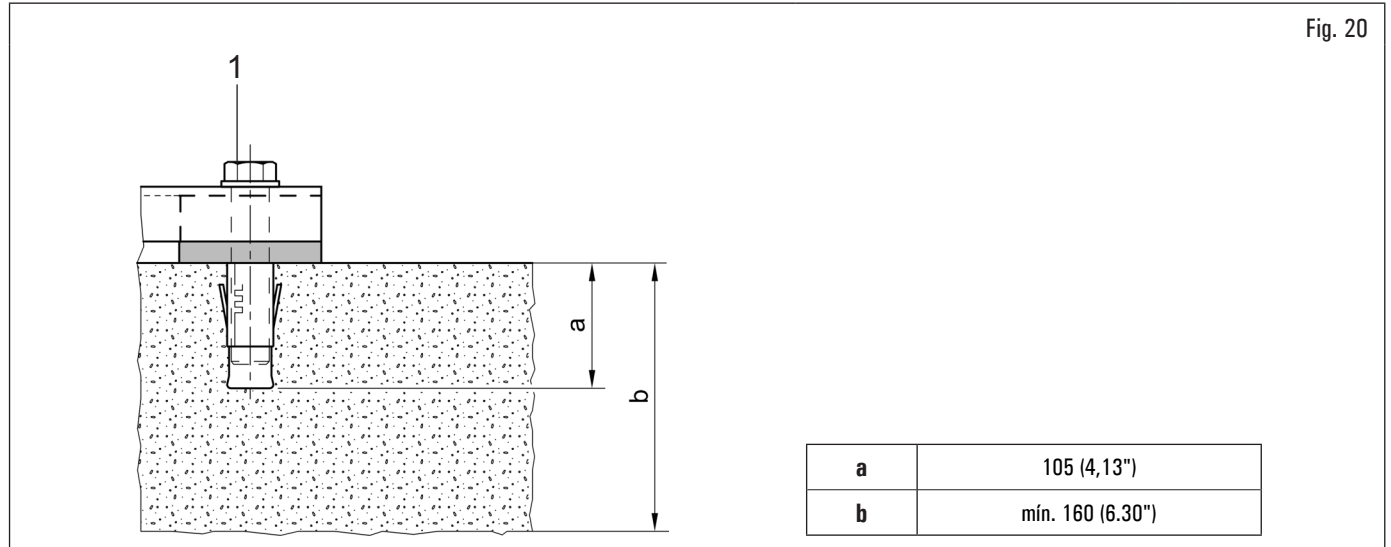

Fig. 20
El equipo embalado se fija al palet de soporte por medio de orificios en el bastidor e indicados en Fig. 20. Tales perforaciones también deben utilizarse para la fijación al suelo, utilizando anclajes adecuados para hormigón (no incluidos). Antes de fijar al hormigón, compruebe que todos los puntos de anclaje estén nivelados, nivelados y en contacto con el suelo. En el caso contrario, colocar un espesor entre el equipo y el piso, como se muestra en la Fig. 20.
- Para la fijación del equipo al suelo, utilice pernos y pasadores (Fig. 20 ref. 1) con vástago roscado M8 (UNC 5/16) adecuado al suelo sobre el que se fijará la desmontadora de neumáticos y en número igual al número de orificios de montaje en el bastidor inferior;